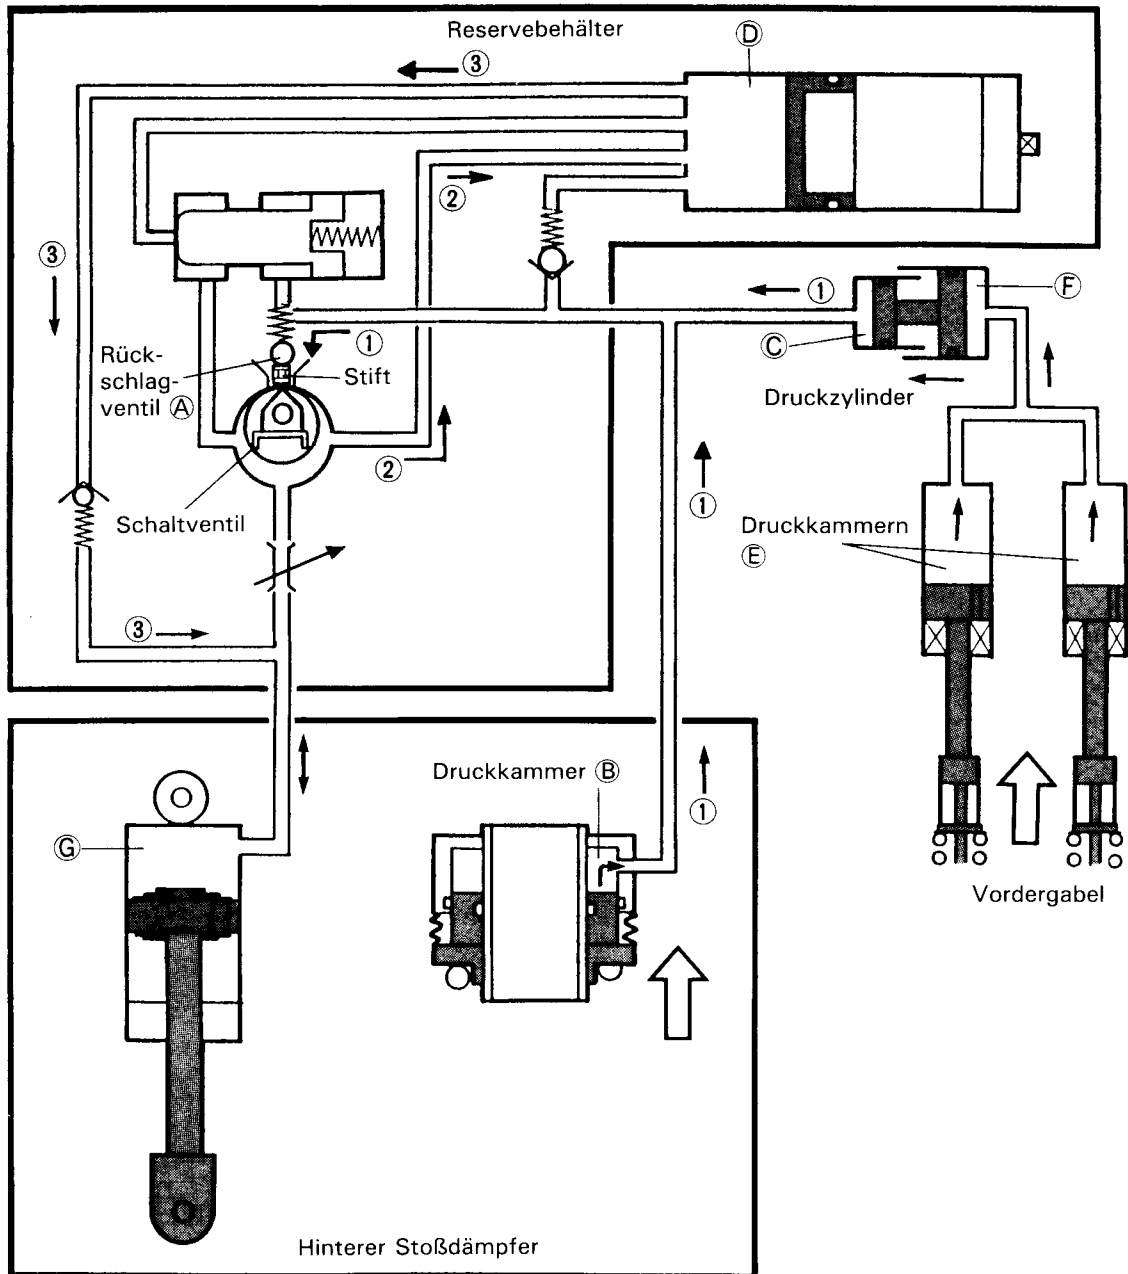

Abb. 3
1. Wenn der SHC-Knopf im Gegenuhrzeigersinn gedreht wird, um die L-Markierung mit der "Δ"-markierung auszurichten, wird diese Bewegung durch die beiden Steuerzüge zum Schaltventil im Innern des Reservebehälters übertragen, Hierdurch ändert sich die Stellung des Ventils zu der in Abbildung 3 gezeigten Position. In dieser Stellung des Schaltventils drückt der Nocken den Stift nach oben und gibt das Rückschlagventil (A) frei.
2. Nachdem das Rückschlagventil (A) freigegeben wurde, strömt die Hydraulikflüssigkeit in der Druckkammer (B) und dem Druckzylinder (C) über den Ölschlauch (1), das Schaltventil und die Leitung (2) in den Reservebehälter (D), wie in der Abbildung 3 gezeigt.
3. Wenn die Hydraulikflüssigkeit im Druckzylinder (C) ausströmt, bewegt sich der unbelastete Kolben in Richtung (1) und die in den Druckkammern (E) der Vordergabel befindliche Hydraulikflüssigkeit strömt in den freien Raum (F) des Druckzylinders. Dies bewirkt, daß die Flüssigkeit in den Druckkammern der Vordergabel und der hinteren Stoßdämpfer (B und E) herausgedrückt wird und sich die Höhe des Motorrads verringert.
4. Nachdem die Höhenregulierung zur Niedrigposition abgeschlossen ist, fließt die Flüssigkeit in den Stoßdämpfern in der folgenden Richtung: Beim Kompressionshub strömt die Hydraulikflüssigkeit in Richtung (2) zum Reservebehälter, wie in der Abbildung 3 gezeigt. Beim Rückprallhub fließt die Flüssigkeit in Richtung (3) und kehrt damit zum Stoßdämpfer zurück.